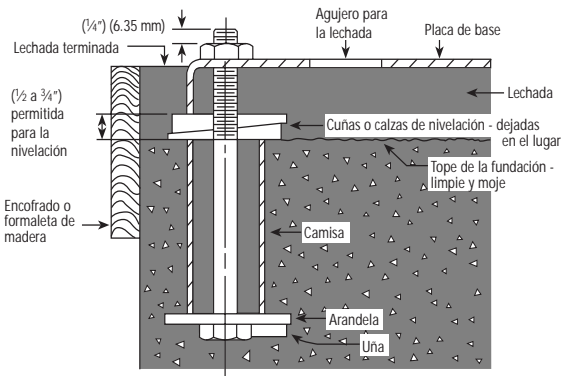

Figura 1
- La placa de base debe instalarse con lechada a una cimentación con una zapata sólida. Refiérase a la Figura 1.